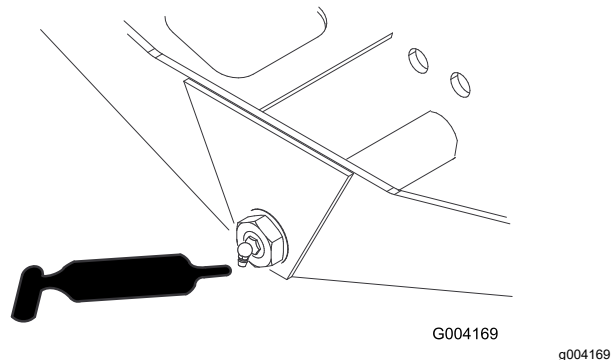

Рисунок 75
- Ось поворота моста (1 шт.) (Рисунок 75)